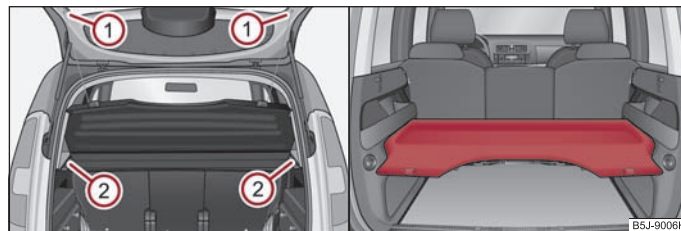

Fig. 60 Demontarea măștii portbagajului / masca portbagajului în poziție inferioară
- Demontați benzile de susținere ① ⇒ fig. 60.
- Scoateți raftul din suport ② trăgând în spate sau lovind în partea de jos a raftului.
- La montare împingeți mai întâi masca în suportul ② și apoi prindeți benzile de susținere ① de capacul portbagajului.
Puteți prinde masca portbagajului și în poziție inferioară, în elementele de susținere ⇒ pagina 64, fig. 60 dreapta.